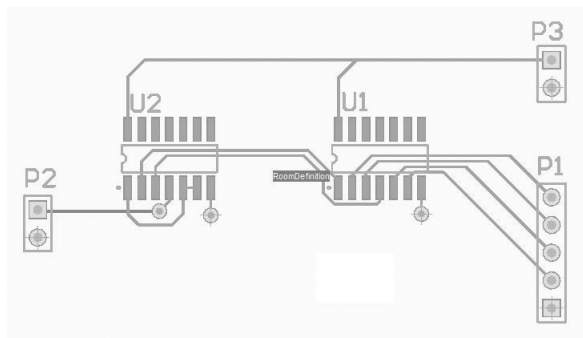

图 13-18 “SY. PcbDoc”项目文件
1) 打开执行信号完整性分析的项目，这里打开一个简单的设计项目“SY. PrjPCB”，打开的“SY. PcbDoc”项目文件如图 13-18 所示。